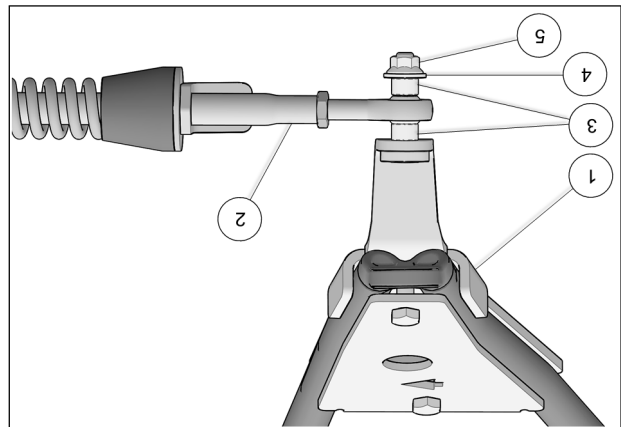

Fig. 19
8. Fixer le bras stabilisateur (2) à l'ancrage de suspension (A1) à l'aide des deux coussinets coniques (A5), du boulon (A3) et de l'écrou autobloquant (A6). Serrer à un couple de 70 N•m [52 lb•pi]. Voir la Fig. 19